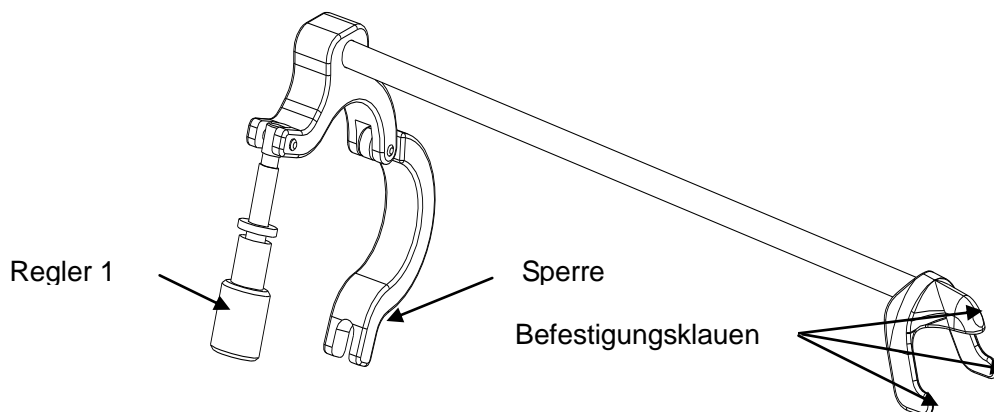

Abbildung 6-36 Aufbau des Nadelführungshalterungs-Kits
Schritt 1: Nehmen Sie das Nadelführungshalterungs-Kit aus der Verpackung, und prüfen Sie es sorgfältig auf Beschädigungen. Identifizieren Sie das entsprechende Nadelführungshalterungs-Kit (Das eindeutig passende Nadelführungshalterungs-Kit jeder Sonde finden Sie in Tabelle 3-1 Nadelführungshalterungs-Kits des Benutzerhandbuchs). Der Aufbau des Nadelführungshalterungs-Kits für die Endokavitärsonde ist in Abbildung 6-36 dargestellt.